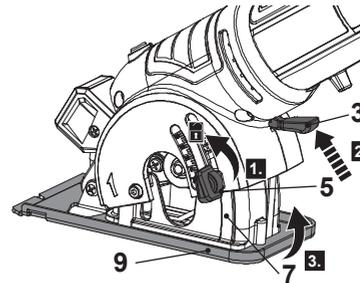

Fig. 2
5. Desbloquear o botão de fixação de profundidade (5) até que se possa mover livremente na ranhura (Fig. 2, passo 1).
6. Apertar a alavanca de bloqueio (3) para desbloquear a placa de bloqueio de imersão (7) (Fig. 2, passo 2), depois rodar a placa de base (9) até à guarda superior e mantê-la em posição (Fig. 2, passo 3). Soltar a alavanca de bloqueio (3) depois.